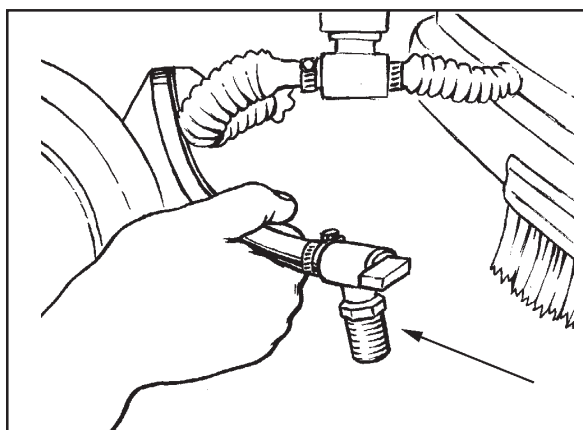

Figura 15
4. Para vaciar el compartimiento de las baterías (véase figura 15).